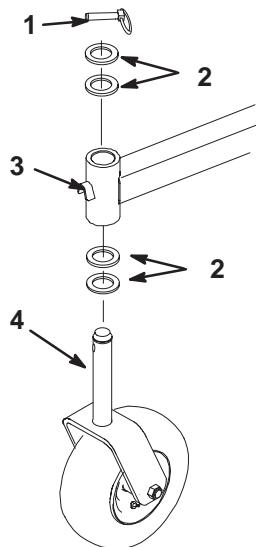

Figure 60
2. Enlevez la goupille de sécurité et la ou les entretoise(s) du haut de la chape de la roue pivotante (Fig. 60).
6. Vérifiez l'usure de la chape et remplacez-la le cas échéant (Fig. 60).
7. Insérez la chape dans les bagues à l'intérieur du tube de montage. Replacez la ou les entretoise(s) sur la chape et fixez-les avec la bague de retenue (Fig. 60).